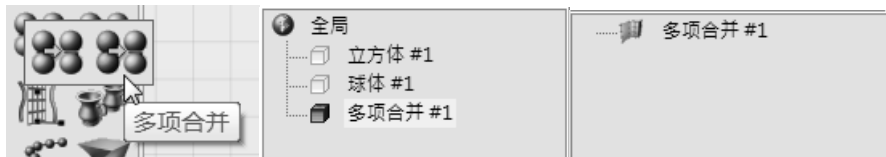

图 2-98 多项合并工具及多项合并结果
- 3) 在建模工具栏中的“转换”卷展栏下，选择“多项合并”工具，两对象随即被合并，产生一新对象“多项合并#1”，如图 2-98 所示。但是需特别注意，“多项合并#1”并没